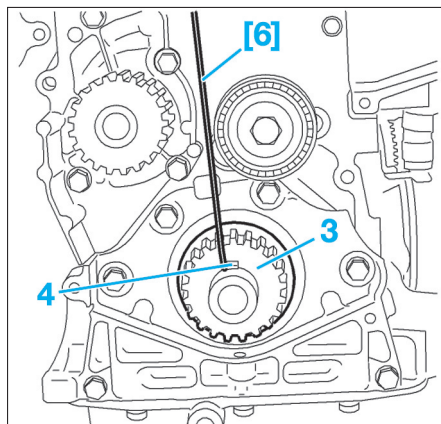

FIG. 16
- [6]. Pige de calage de la roue dentée de vilebrequin (Fig.16).
- Piger la roue dentée de vilebrequin (3) à gauche de la clavette (4) avec la pige [6] (Fig.16).